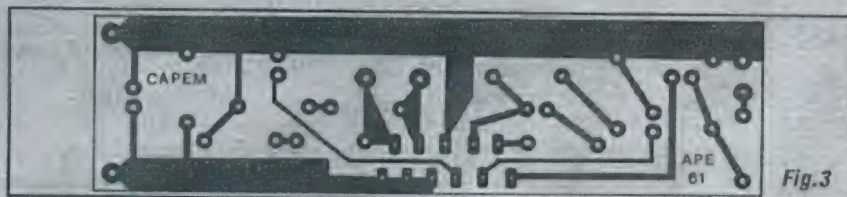

Fig. 3
- FIG. 3 - LAY OUT DO CIRCUITO IMPRESSO ESPECÍFICO - Já que a idéia básica da CAPEM é ganhar dinheiro, toda a lógica "diz" que devemos economizar também (sem perdas na qualidade final da montagem...) na própria confecção do Impresso... Observem, então, a figura (em tamanho natural...), com o padrão cobreado de ilhas e pistas distribuído numa estreita "tripa" de fenolite, que assim poderá ser adquirido a baixo preço, nas casas de "sucata" (que costumam manter em oferta retalhos de fenolite cobreado, principalmente em longas e estreitas tiras, a preço absolutamente irrisório, desde que a largura não ultrapasse uns 3,0 cm.). O lay